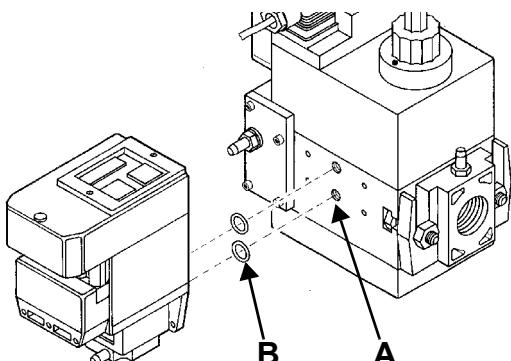
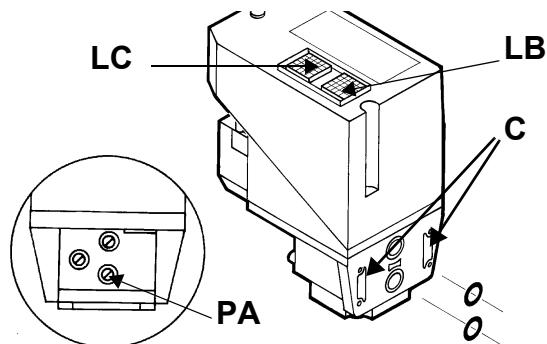

Рис. 19
Рис. 20
- 2). снять крепежные винты группы Multibloc (Рис. 19-A)
3). вставить уплотнительные кольца (10,5x2,25) в VPS 504 (Рис. 20-В, Рис. 19-В)
4). закрутить 4 винта блока контроля герметичности (M4x16) Рис. 19-С.
Для проверки работы, подсоединить манометр к штуцеру для отбора давления **PA** (Рис. 20). Если проверка завершилась положительно, через несколько секунд зажжется жёлтая лампочка **LC**. В противном случае загорится красная лампочка блокировки **LB**. Чтобы перезапустить горелку, необходимо разблокировать блок управления нажатием на светящуюся кнопку **LB**.